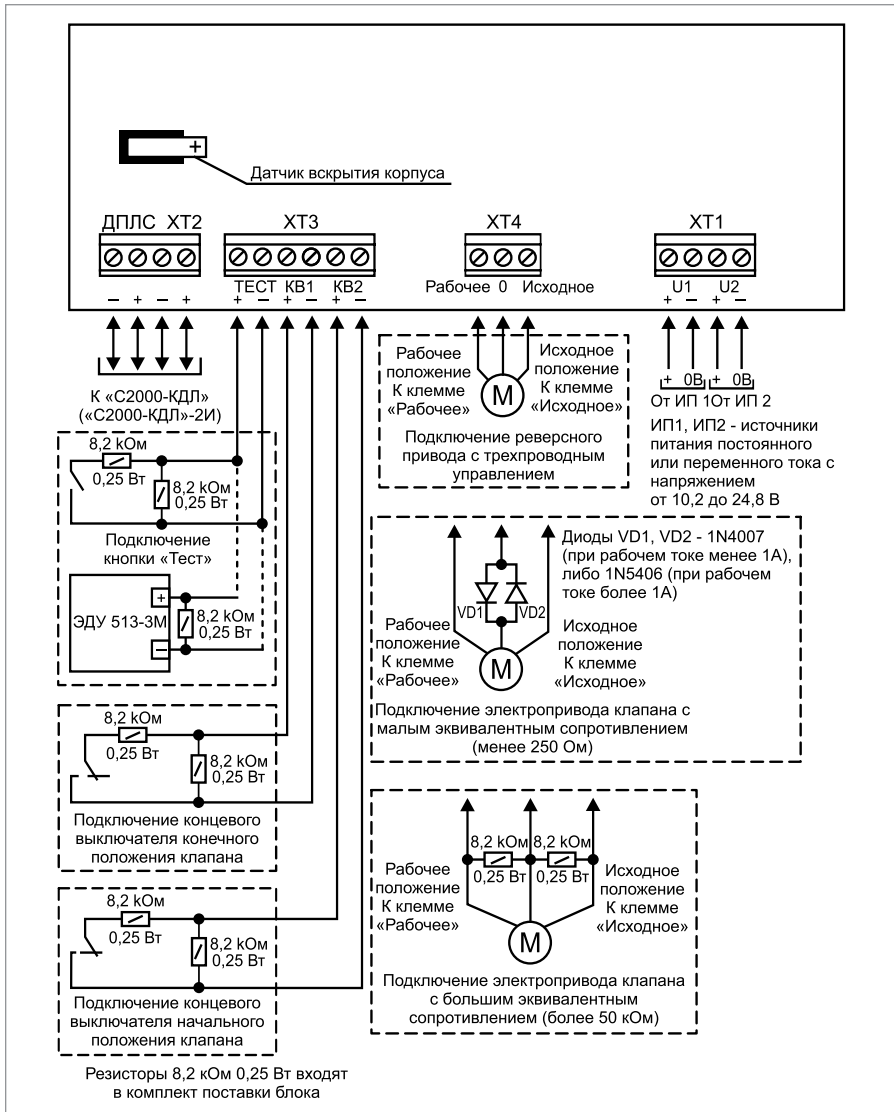

Рисунок 12. Схема внешних соединений блока C2000-СП4/24, C2000-СП4/24 исп.01
2.2. Подключение соединительных линий производите в соответствии с проектной документацией и схемой на Рисунок 12.
1. Подключите воздушный клапан с электрическим приводом в соответствии с Рисунок 12, учитывая эквивалентное сопротивление клапана: